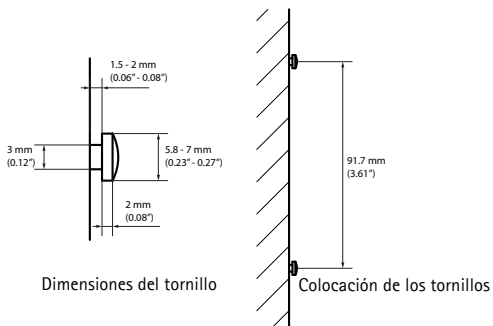

Figura 1
1. Coloque dos tornillos (no incluidos) en la pared o estante, como muestra la Figura 1.